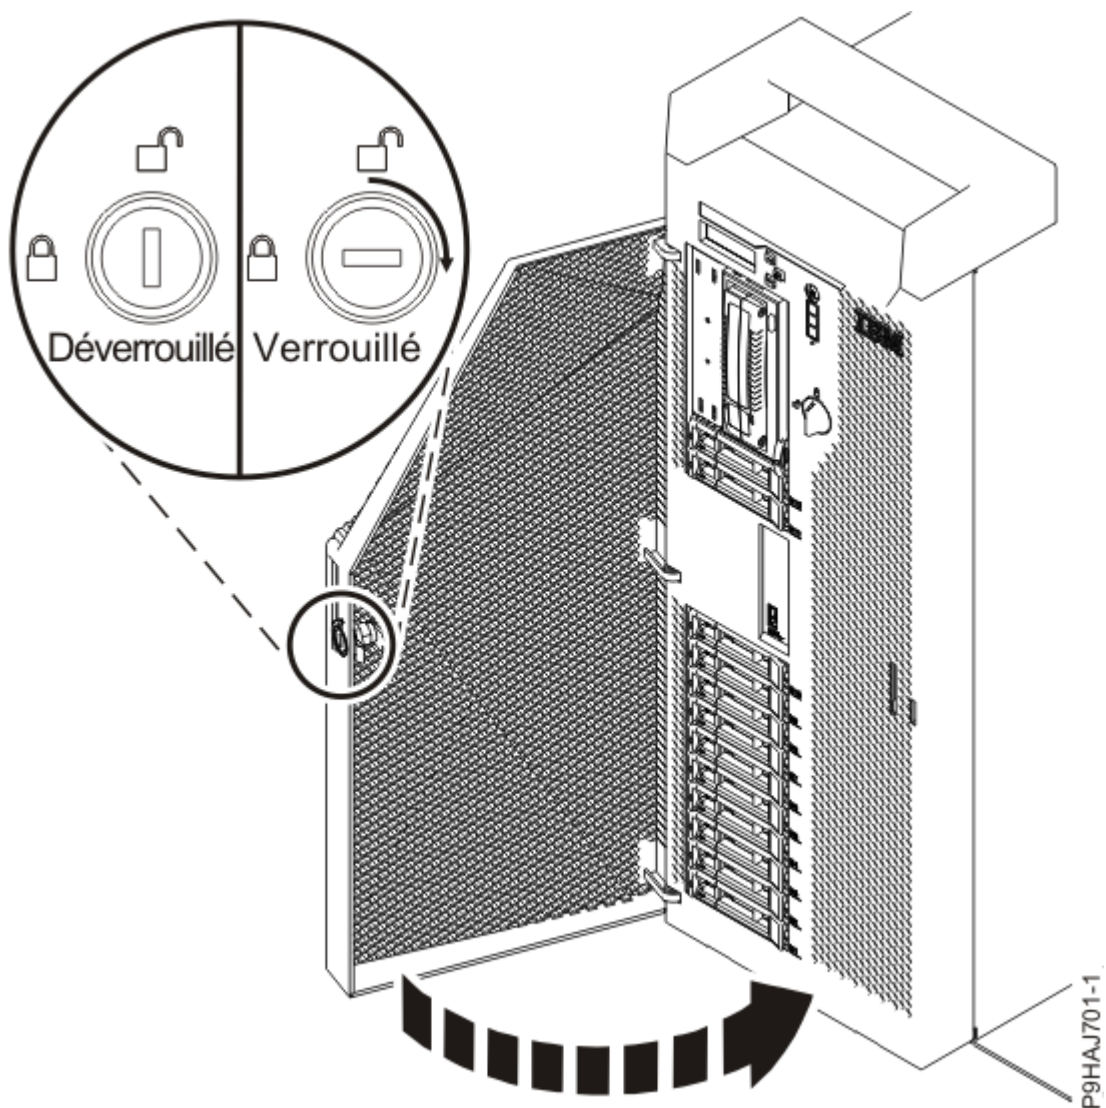

Figure 49. Verrouillage du volet avant
- e) Fermez le volet avant. Insérez la clé du volet avant dans le verrou, comme illustré dans la Figure 49, à la page 51. Tournez la clé vers la droite (dans le sens des aiguilles d'une montre) afin de verrouiller le volet. Horizontal correspond à la position verrouillée ; vertical correspond à la position déverrouillée.